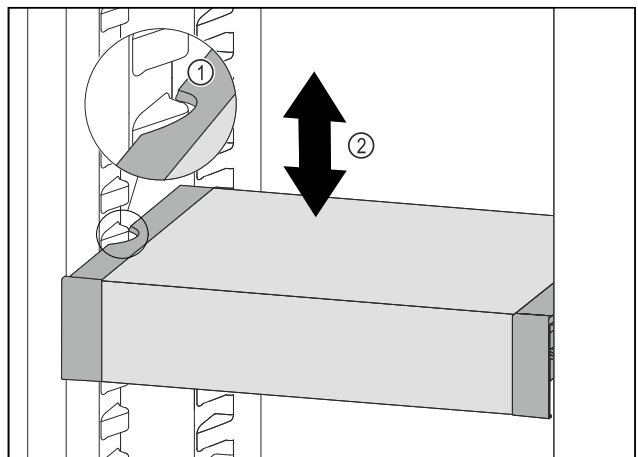

Fig. 91
- VarioSafe nach vorne ziehen, bis sich die seitlichen Aussparungen des VarioSafes auf Höhe der Behälterrippe im Kühlteil befinden. Fig. 91 (1)
- VarioSafe im Kühlteil nach oben oder unten bewegen, bis gewünschte Höhe erreicht ist. Fig. 91 (2)